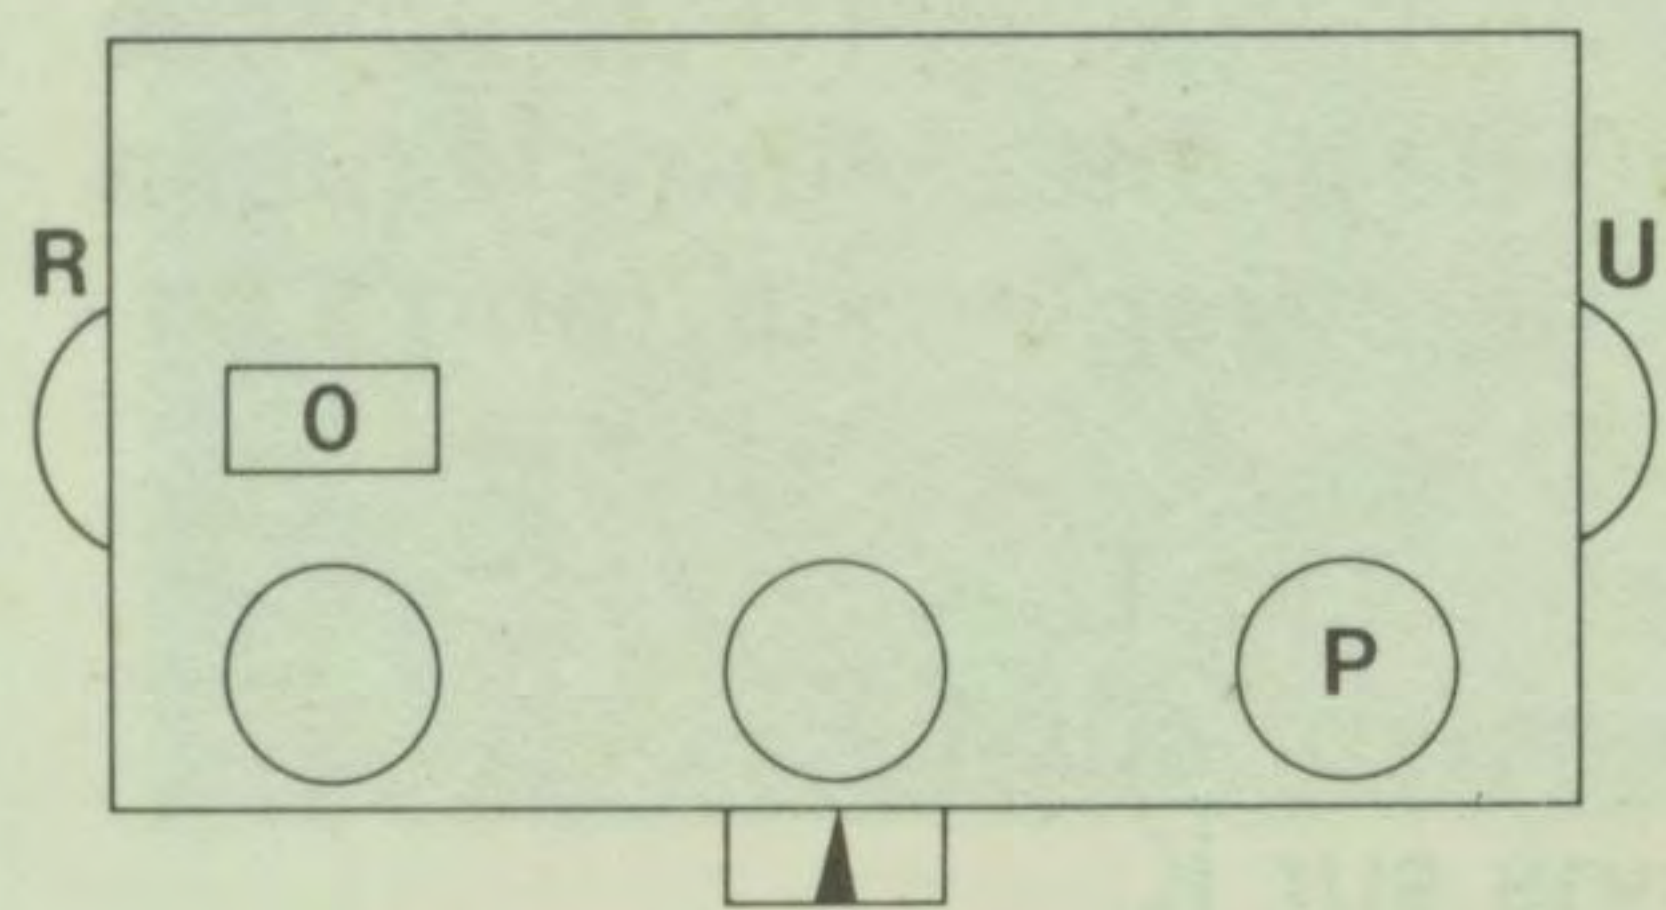

Fig. 76
1. Le vanisage, sans ruban dans la cassette, Fig. 76 à 78.
Levier W-X au milieu, Fig. 76.